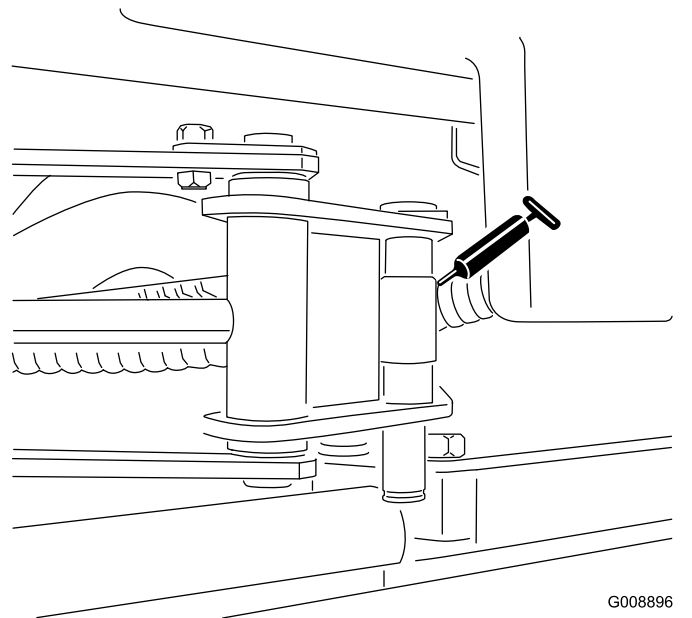

Figure 30
- 2 extrémités de vérin Sidewinder (Figure 30)